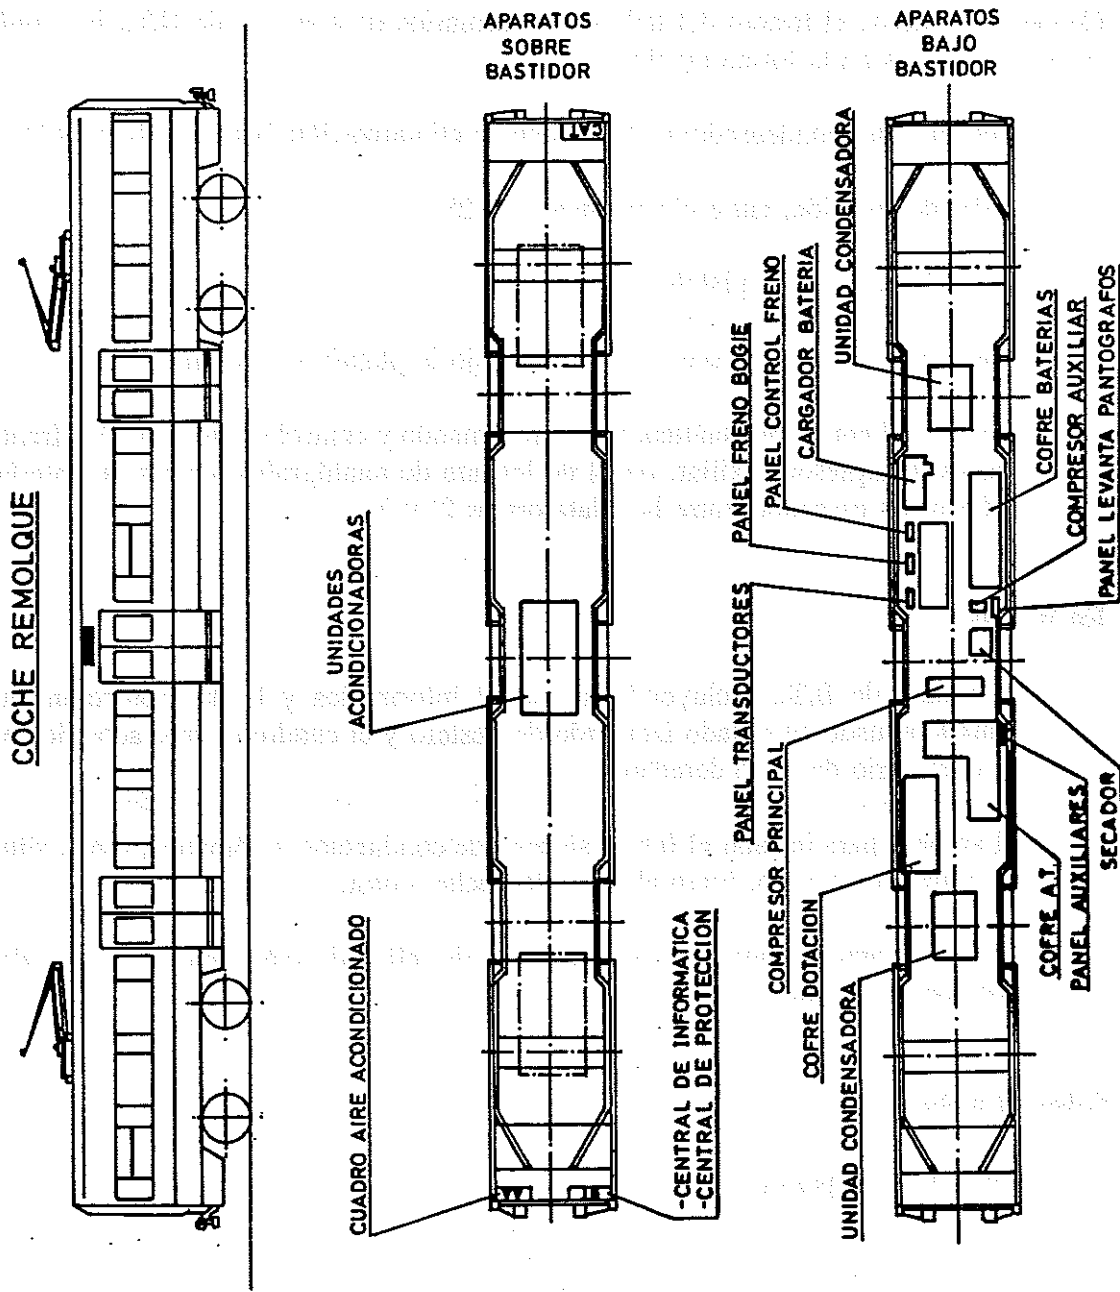

Fig. 1.4.- Distribución de equipos en caja del coche remolque
**1.2.4.2.- Coche remolque (Fig. 1.4.)****Bajo bastidor**